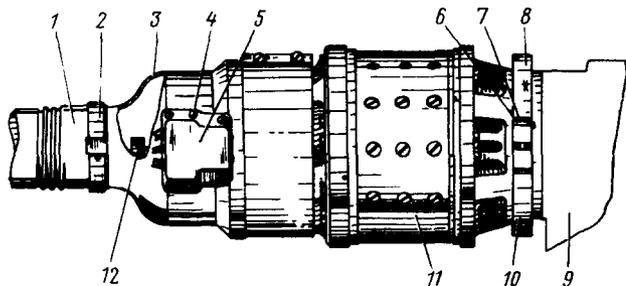

Рис. 113. Генератор постоянного тока ГС-18ТО на двигателе:
2. Отсоединить шланг 1 (рис. 113) воздухопровода от патрубка 3 продува генератора, ослабив хомут 2 крепления шланга к патрубку.
1. Установить на генератор патрубок 3 (см. рис. 113) продува, закрепив его винтом 12.